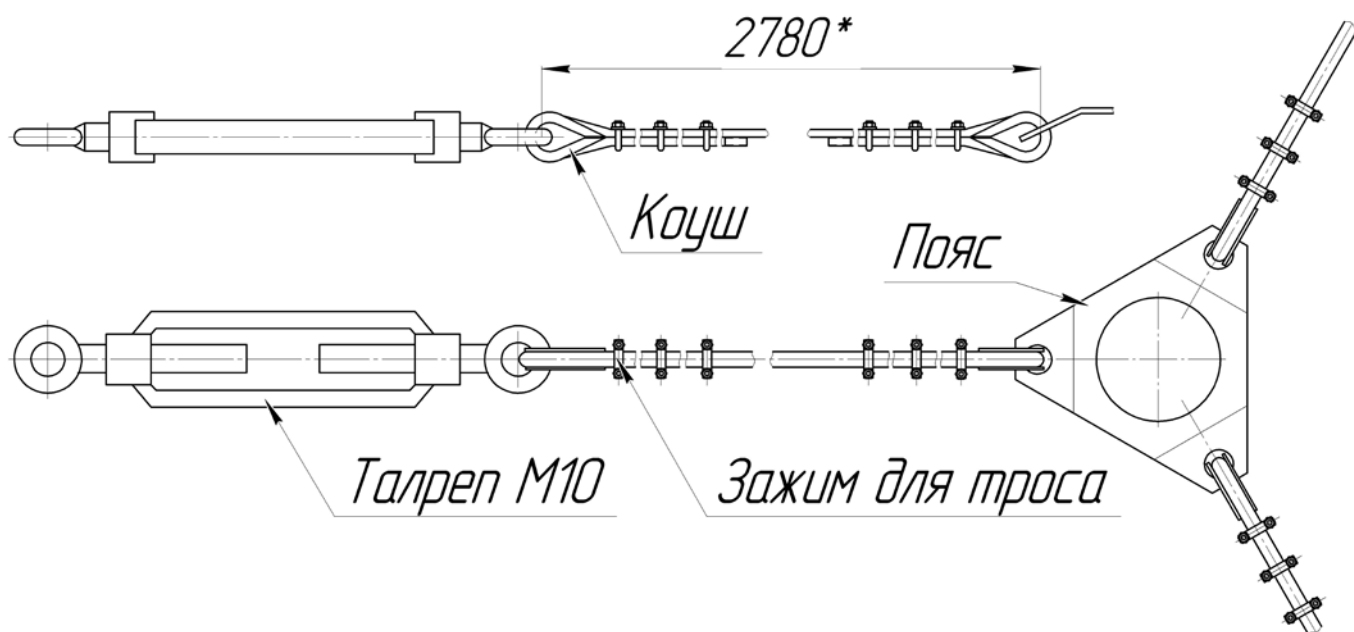

Рисунок 3 – Пояс с оттяжками
6.1.11 Размотать оттяжки (рисунок 3).